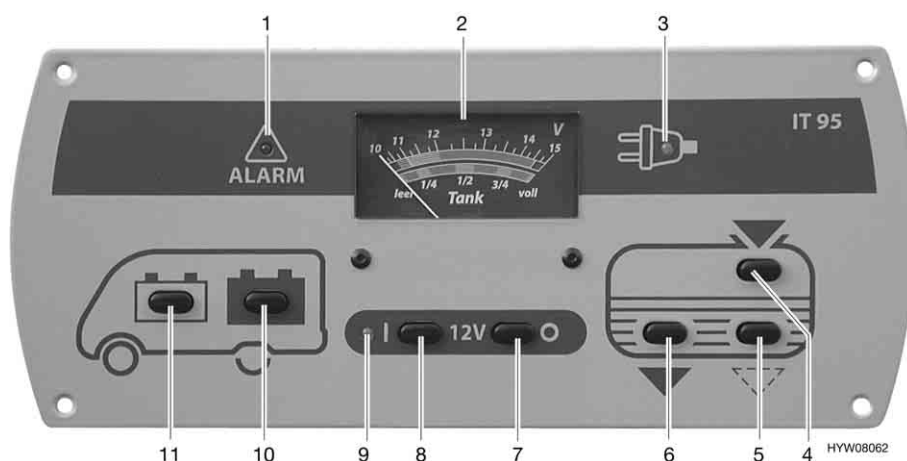

Fig. 34 Pannello di controllo (IT 95)
L'interruttore principale a 12 V (Fig. 34, 7 e 8) inserisce o disinserisce il pannello di controllo e l'alimentazione a 12 V dell'abitacolo.
Accensione: ■ Premere l'interruttore (Fig. 34,8) "I": L'alimentazione a 12 V dell'abitacolo è inserita. La spia di controllo (Fig. 34,9) diventa verde.
Spegnimento: ■ Premere l'interruttore (Fig. 34,7) "O": L'alimentazione a 12 V dell'abitacolo è disinserita. La spia di controllo (Fig. 34,9) si spegne.
Per l'indicatore volt/serbatoio (Fig. 34,2) leggere la scala superiore. L'indicatore si illumina automaticamente appena viene premuto un interruttore.
- Premere l'interruttore (Fig. 34,11) "🔋": Viene indicata la tensione della batteria di avviamento.
- Premere l'interruttore (Fig. 34,10) "🔋": Viene indicata la tensione della batteria dell'abitacolo.
Per l'indicatore volt/serbatoio (Fig. 34,2) leggere la scala inferiore. L'indicatore si illumina automaticamente appena viene premuto un interruttore.
- Premere l'interruttore (Fig. 34,4) "  ": Viene indicato il livello del serbatoio dell'acqua.
- Premere l'interruttore (Fig. 34,6) "  ": Viene indicato il livello del serbatoio delle acque grigie.
La spia luminosa rossa "ALARM" (Fig. 34,1) inizia a lampeggiare non appena la tensione della batteria dell'abitacolo scende al di sotto di 11 V (misurazione durante il normale esercizio) con conseguente rischio che la batteria si scarichi troppo.
La spia di controllo a 12 V (Fig. 34,9) si accende non appena l'interruttore principale a 12 V (Fig. 34,8) viene inserito.
La spia gialla di controllo a 230 V (Fig. 34,3) si accende quando all'ingresso della centralina elettrica è presente una tensione di rete.